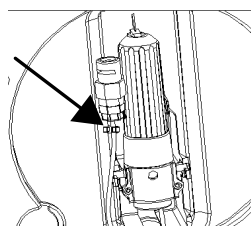

Fig.9
1. Lägg CO₂-anslutningsslangen bredvid CO₂-patronhållaren. Ingen av dessa båda komponenter behövs för Heineken-fat (fig. 9).